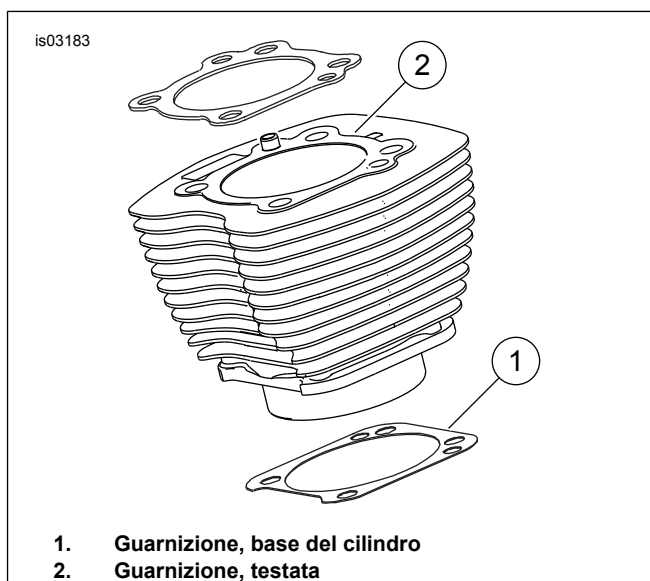

Figura 1. Guarnizioni del cilindro
- Vedere Figura 1 La guarnizione da 103,1 mm (4,060 in) della base del cilindro e quella della testata (2) eliminano la necessità di usare anelli di tenuta O-ring. Non utilizzare anelli di tenuta O-ring su perni di riferimento o su codoli dei cilindri.
- Installando una nuova guarnizione di base (1), collocarla con il lato goffrato rivolto verso il basso e il lato concavo verso l'alto.